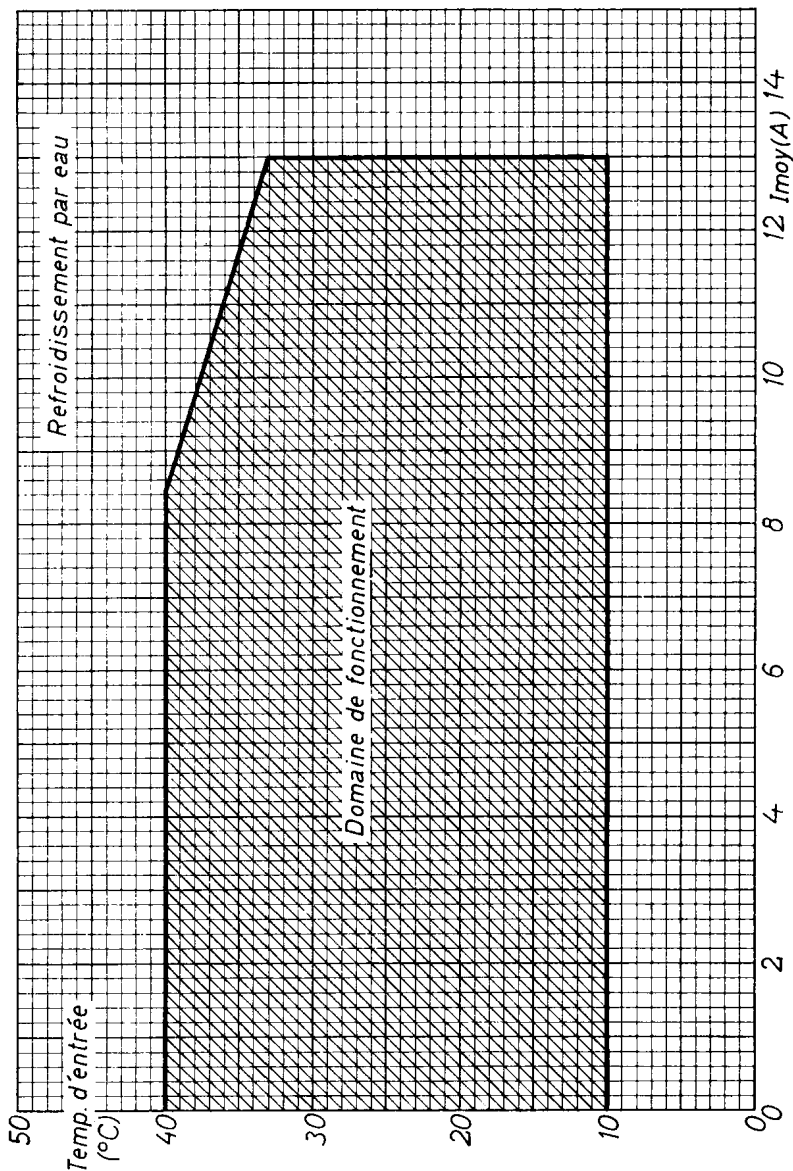

Fig. 5
Température de l'eau à l'entrée du refroidisseur : voir les figures 5 et 7.
- (1) Pour un fonctionnement à des températures plus élevées, on se reportera aux figures 5 et 6.
- (2) Deux tubes montés en parallèle inverse. Montage dit " tête-bêche ".
- (3) Temps d'intégration maximal 0,15 s.
- (4) Il s'agit de la valeur efficace du courant qui traverse la charge et les câbles d'alimentation, obtenue par intégration sur une période complète ($I_e = I_{eff} \sqrt{k}$).
- (5) Pour des tensions d'alimentation inférieures à 250 V_{eff}, les valeurs de courant moyen sont les mêmes que pour cette valeur de tension.
- (6) Il s'agit du nombre maximal de périodes pendant lesquelles une paire de tubes peut conduire, avec ou sans interruption, sous réserve de ne pas dépasser le temps d'intégration maximal, à la fréquence de 50 Hz.